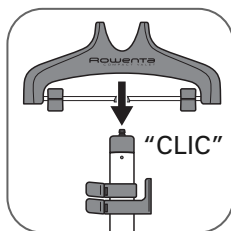

fig. 5
5. Emboîtez verticalement le cintre sur le haut du mât jusqu'à entendre un clic. (fig. 5)